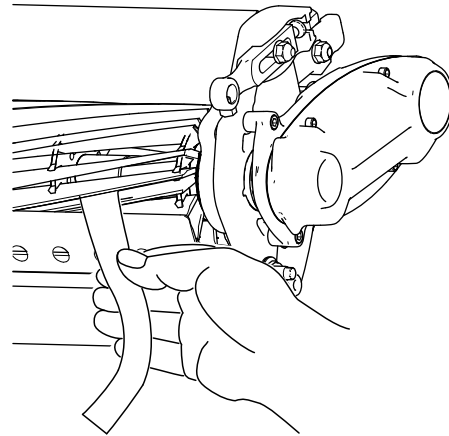

Bild 9
- B. Führen Sie einen langen Streifen des Schneidleistungspapiers (Toro Bestellnummer 125-5610) senkrecht zum Untermesser (Bild 9) zwischen die Spindel und das Untermesser ein, drehen Sie die Spindel dann **langsam** nach vorne. Sie sollte das Papier zerschneiden. Wiederholen Sie ansonsten die Schritte A und B, bis das Papier zerschnitten wird.
11. Führen Sie einen langen Streifen des Schneidleistungspapiers (Toro Bestellnummer 125-5610) senkrecht zum Untermesser (Bild 9) zwischen die Spindel und das Untermesser ein, drehen Sie die Spindel dann **langsam** nach vorne. Sie sollte das Papier zerschneiden. Drehen Sie sonst jede Einstellschraube des Untermessers um einen Klick nach rechts und wiederholen Sie diesen Schritt, bis das Papier zerschnitten wird.